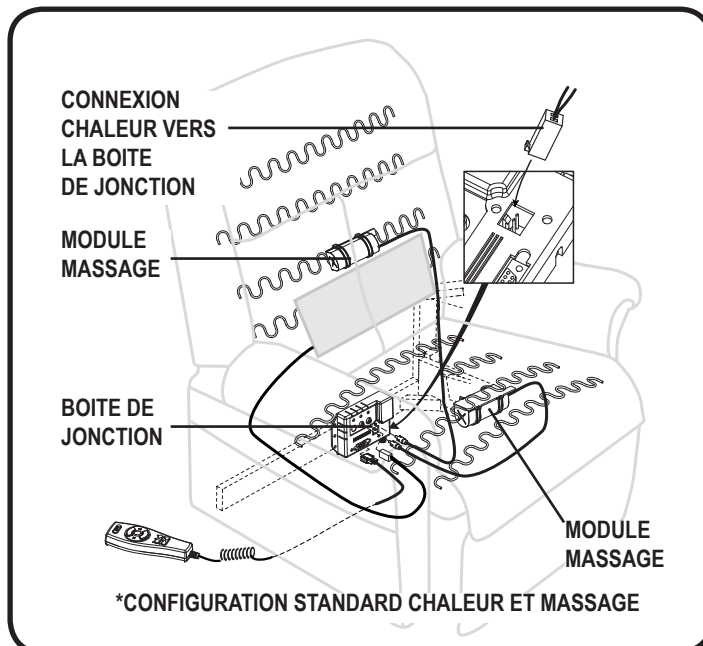

Figure 4.2 Connexions du faisceau
4. Connectez le faisceau de la manette de commande au fauteuil et le faisceau de chaleur/massage (si équipé) au fauteuil (fig. 4.2).